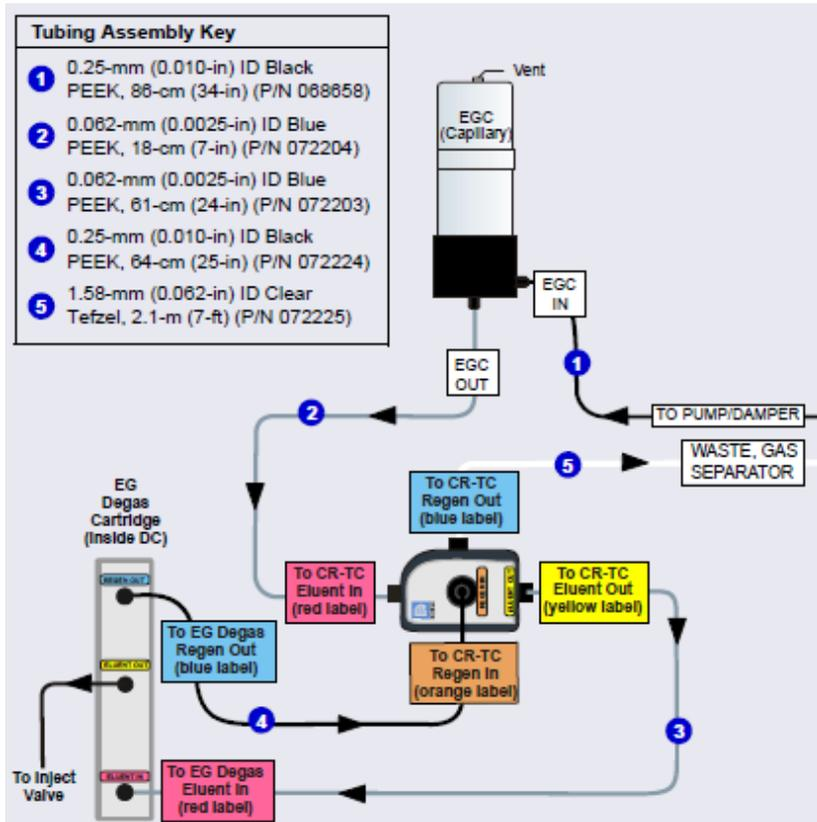

图 9-13. 毛细管 IC 的 EG 流路示意图
- ⑥ 关闭 EGC 和 CR-TC 的电源，停泵，按照图 9-13 连接管线。